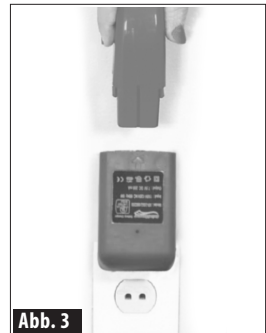

Abb. 3
- Richten Sie den Pfeil auf der „Wiederaufladbaren Batterie“ zum Pfeil auf dem „Batterieladegerät“ hin aus. Legen Sie dann die „Wiederaufladbare Batterie“ in das „Batterieladegerät“ (siehe Abb.3).